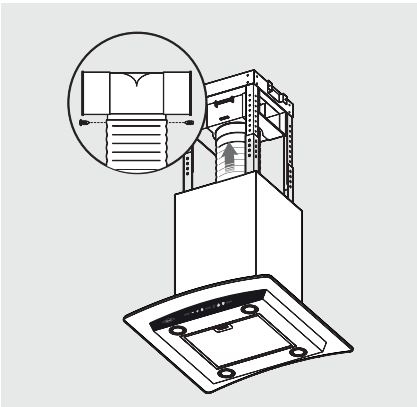

Figura 13.
b. Modo recirculante: conecte el otro extremo del ducto flexible al deflector fijándolo con 2 tornillos ST 2.9X8 como se muestra en la **Figura 13**, y asegúrelo usando cinta adhesiva de aluminio.